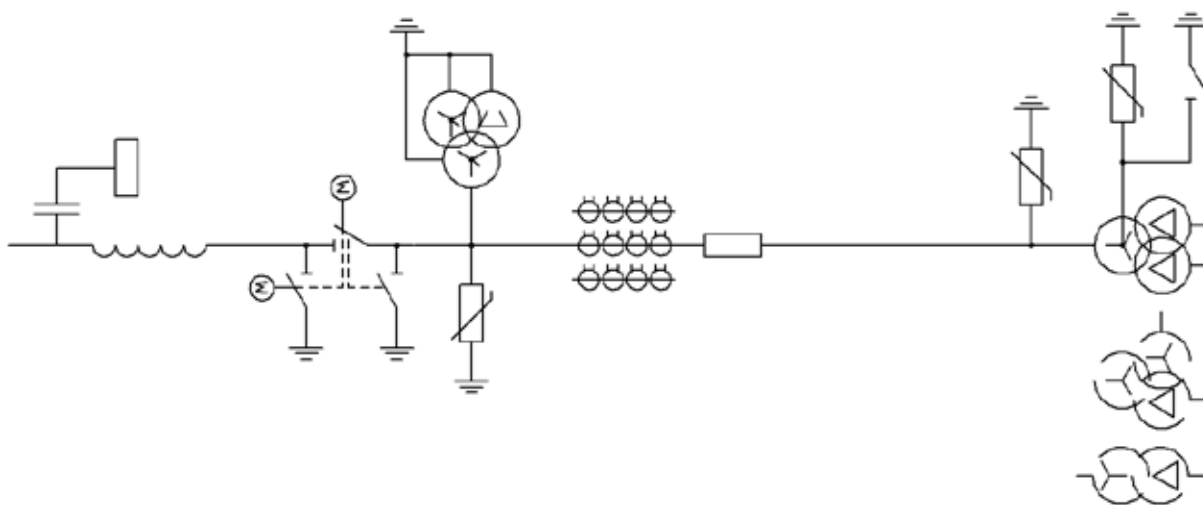

Рис. 1. Схема 110-3Н
4.1 Электрические принципиальные схемы ОРУ-110 кВ показаны на рисунках Рис. 1-Рис. 12.